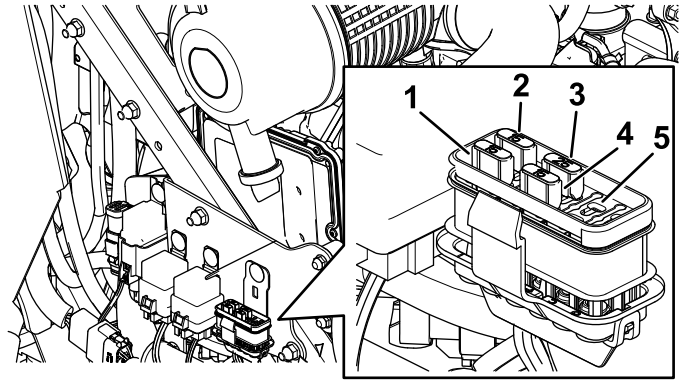

Figura 51
3. Instale un fusible nuevo (Figura 51).